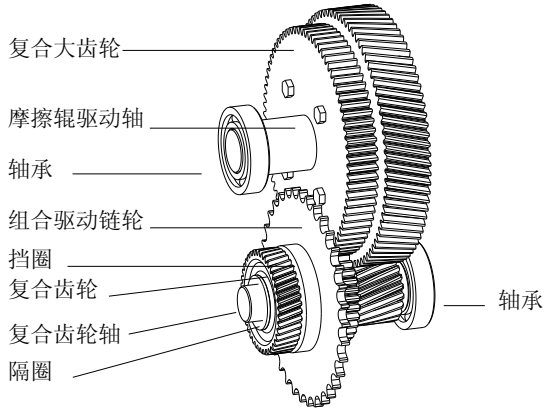

图 4-17: 齿轮传动
- b) 将复合齿轮轴部件装入右传动墙板内，安装完后机构见图 4-17。